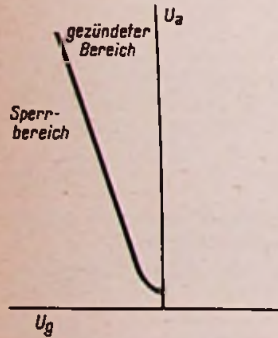

Bild 11. Zündkennlinie beim Thyatron (mit Gitter)
a) Die Zündkennlinie (Bild 11)
Die Lage der in Bild 11 angegebenen Zündkennlinie ist für eine bestimmte Thyatron-Type von der Höhe des Gitterwiderstandes abhängig. Bei höheren Ableitwiderständen zündet das Thyatron früher (Bild 13).